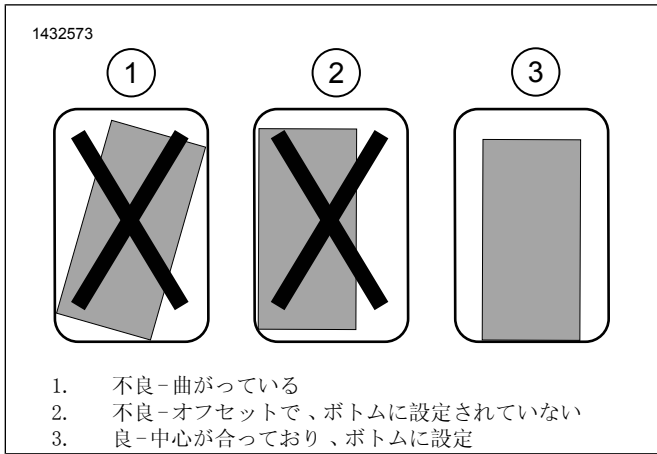

図11。マウントブラケットの取り付け
- a. 図11を参照してください。マウントブラケットの適合テスト。ブラケットは、真っ直ぐ、中央に、そして可能な限りサドルバッグの底部に近づける必要があります。
- c. 図11を参照してください。ブラケットが、真っ直ぐ、中央に、そして可能な限りサドルバッグの底部に近づいていることを確認し、最終位置の適合テストをします。